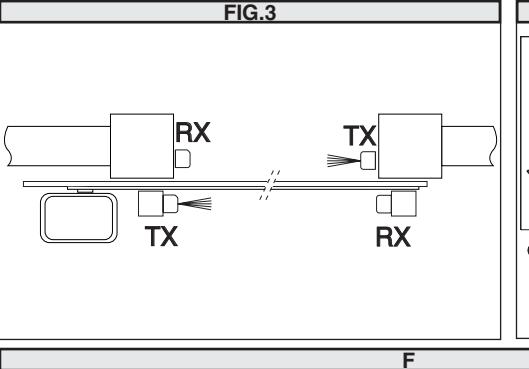
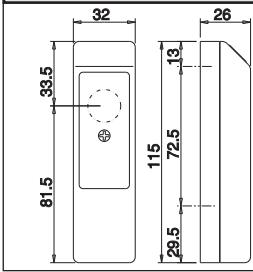

FIG.3
FIG.1
3) FIXATION - Elles doivent être fixées alignées à une hauteur comprise entre 40 et 60 cm du sol. Les surfaces de fixation doivent être plates et parallèles entre elles. Montage sur pilier (**fig. 1**). Montage sur colonne CF130 (**fig. 2**). Si on monte deux couples de cellules photo-électriques rapprochées, croiser les positions RX-TX (**fig. 3**).